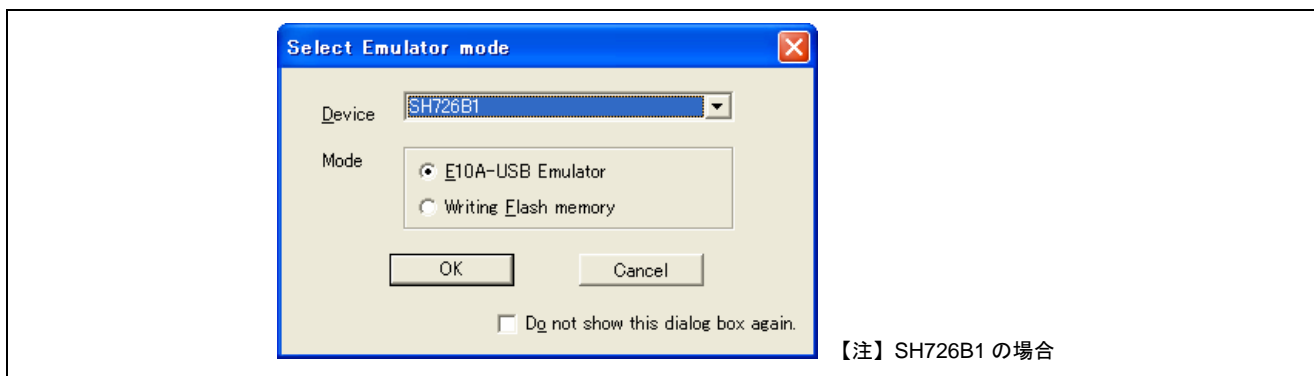

図 7.1 CPU select ダイアログボックス
- (1) PC に接続した E10A-USB エミュレータと、ユーザシステムを接続します。
- (2) High-performance Embedded Workshop を起動し、ユーザプログラムのワークスペースを開きます。
- (3) 図 7.1に示すCPU selectダイアログボックスが表示されます。